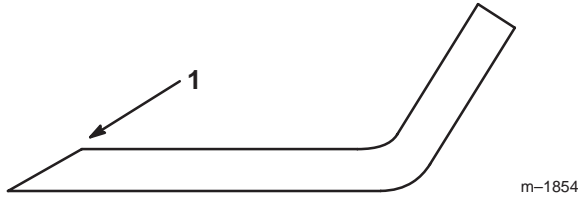

Figure 34
1. Au moyen d'une lime, aiguisiez les tranchants aux deux extrémités de la lame (Fig. 34) en veillant à conserver l'angle de coupe d'origine. Limez la même quantité de métal sur chacun des deux tranchants pour ne pas déséquilibrer la lame.